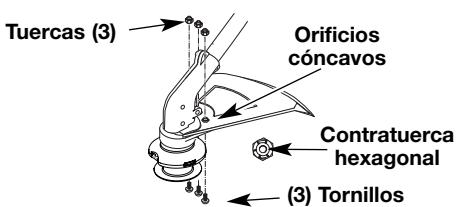

Fig. 5
2. Coloque uno de los tres (3) provistos contratuerca hexagonal en uno de los tres orificios cóncavos de la parte superior del protector accesorio de corte (Fig. 5).
3. Instale un tornillo en el orificio de la base del protector accesorio de corte. Atornílelo en la tuerca instalada en el paso 2 (Fig. 5). No lo ajuste.